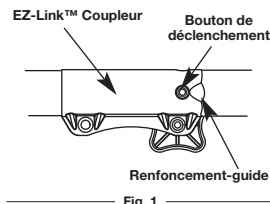

Fig. 1
1. Dévissez le bouton vers la gauche (Fig. 1).
2. Appuyez sur le bouton de déclenchement et maintenez-le enfoncé (Fig. 1).
REMARQUE : Alignez le bouton de déclenchement avec le renforcement-guide pour faciliter l'installation (Fig. 1).